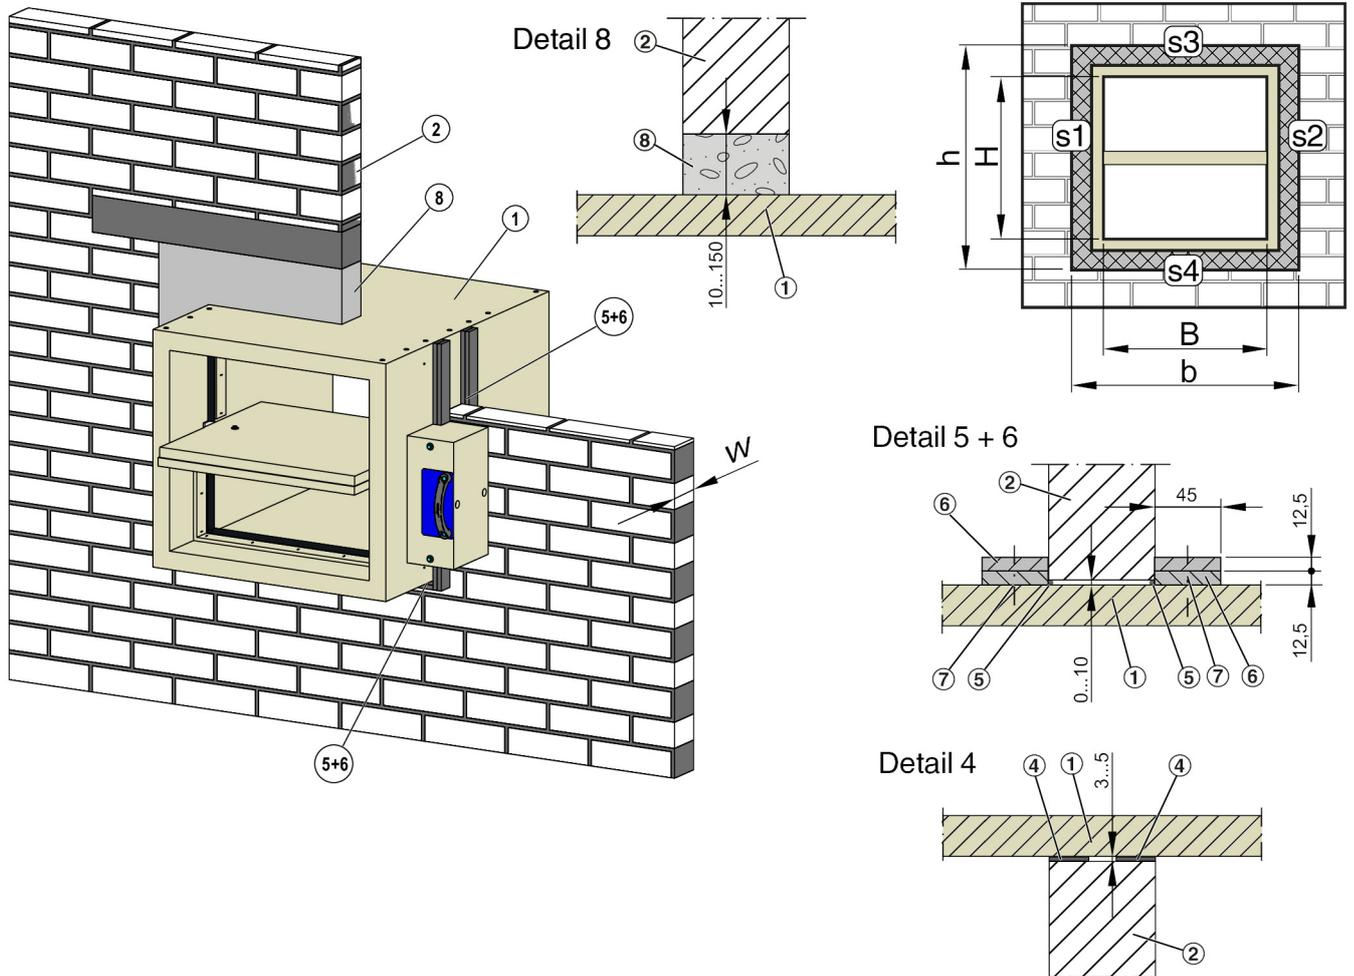

Abb. 13: Nass-Trockeneinbau in Massivwand, Einbauvariante 2a, Klassifizierungsindex:  $v_{ew}$
1.  $\blacktriangleright$  Einbauöffnung fachgerecht herstellen, siehe Abb. 13 .